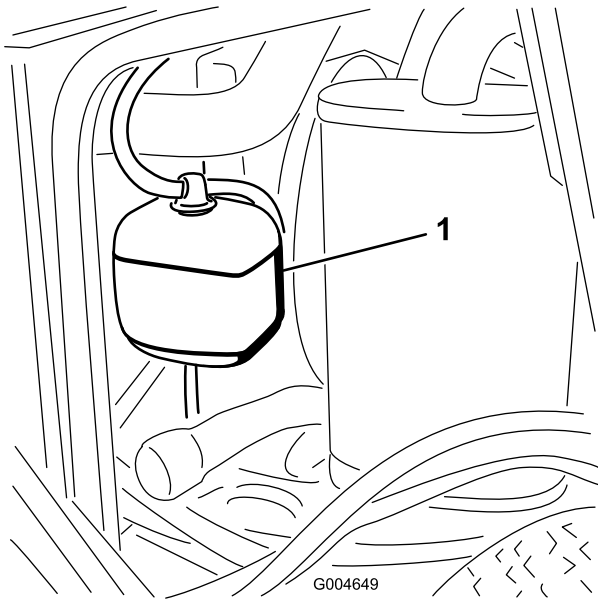

Bild 55
1. Prüfen Sie den Kühlmittelstand im Ausdehnungsgefäß (Bild 55). Er muss sich